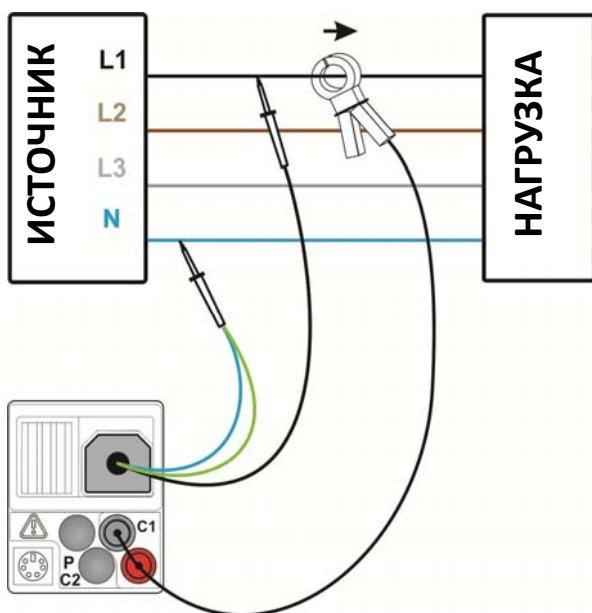

Рисунок 5.46: Измерение мощности
- Подсоедините выводы (проводы) измерения напряжения и токовые клещи к тестируемому элементу (см. *Рисунок 5.46: Измерение мощности*).
См. Рисунок 5.46: Измерение мощности
- Подсоедините** выводы (проводы) измерения напряжения и токовые клещи к тестируемому элементу (см. Рисунок 5.46: Измерение мощности).